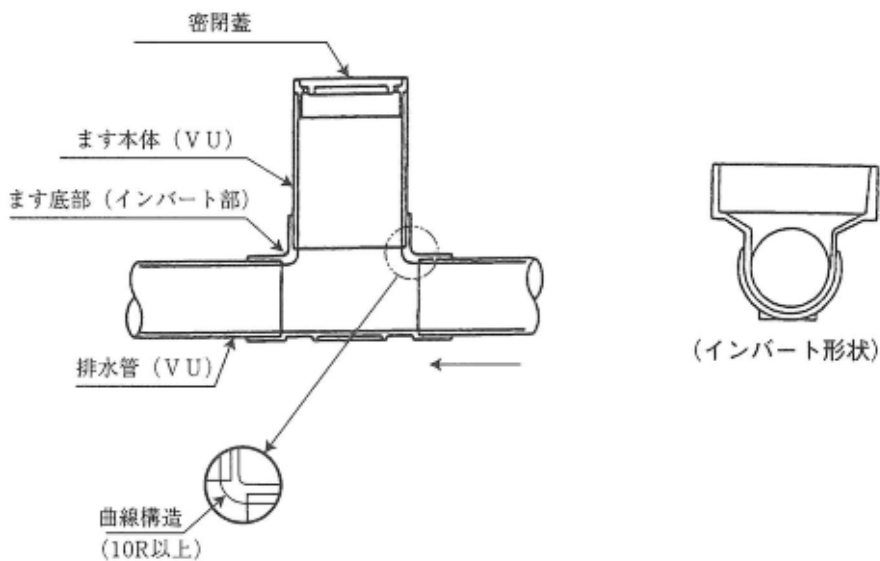

図6-2 塩ビ製小口径ます
- 排水管及びます本体と接着接合できる構造であること(図6-2参照)。